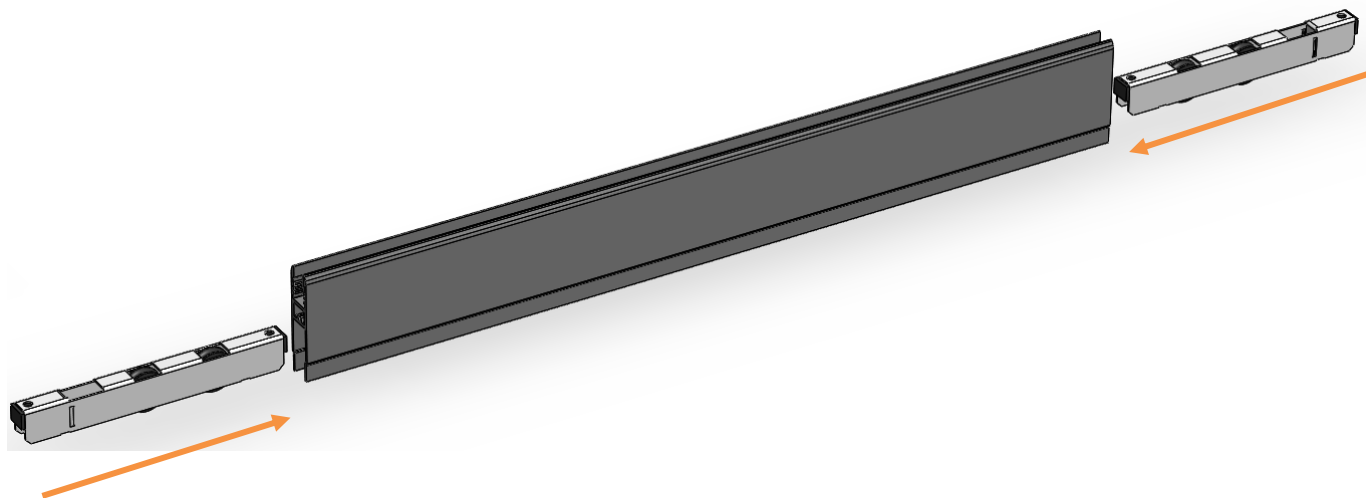

Figura 20
- Por cada panel, se instalan dos conjuntos de carro de rodadura (Figura 20) .